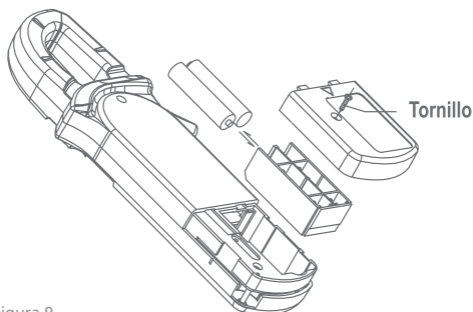

Figura 9
B. Reemplazar la batería: (Figura 9)